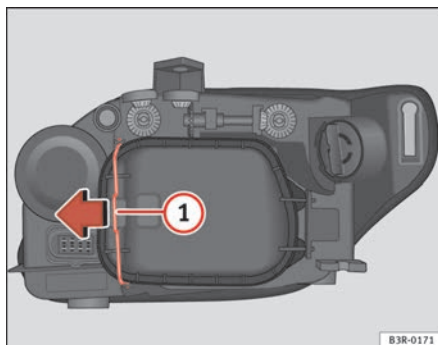

Fig. 205 Lámpara luz de posición
Aunque no es necesario, extraer previamente la tapa rígida ⇒ página 275, fig. 205, facilita el cambio de la lámpara de luz día. ■
- Desplace el tirante ⇒ fig. 205 ① en el sentido de la flecha y saque la tapa rígida separando primero el lado del tirante y sacando después las dos pestañas del extremo contrario de la tapa.